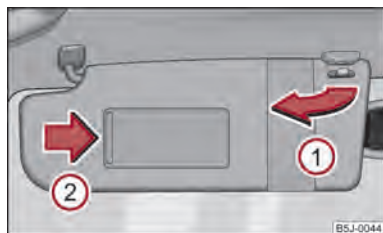

Abb. 31 Sonnenblende: Ausschwenken
Die Sonnenblende für den Fahrer bzw. Beifahrer können Sie aus der Halterung herausziehen und zur Tür in Pfeilrichtung ① ⇒ Abb. 31 schwenken.